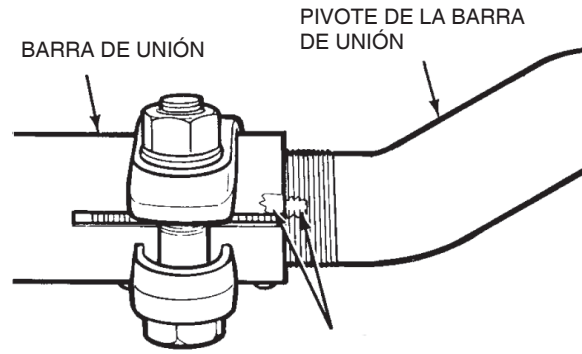

Figura 39
5. Si es necesario, retire los extremos de la barra de unión. Siga los siguientes procedimientos: Figura 39.